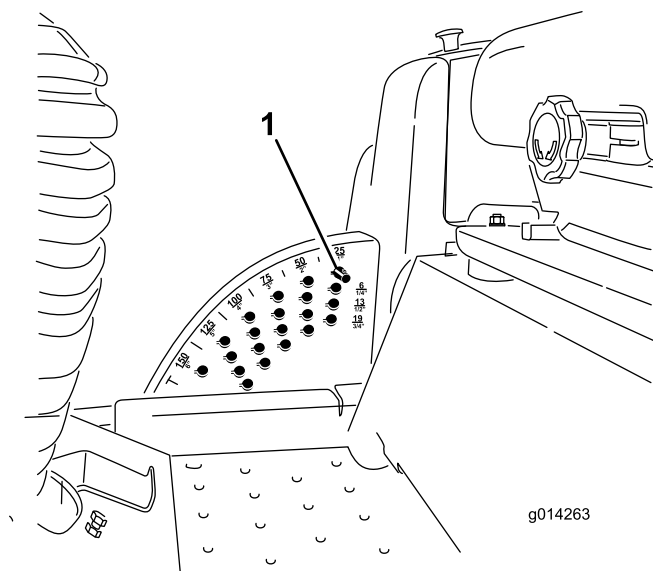

Figure 6
1. Lorsque le moteur tourne, repoussez la commande de relevage plateau de coupe en arrière jusqu'à ce que le plateau soit complètement relevé et **relâchez immédiatement la commande** (Figure 6).
2. Pour régler la hauteur de coupe, tournez la goupille de butée jusqu'à ce que la saillie s'aligne sur les fentes dans les trous du support de hauteur de coupe et déposez-la (Figure 6).
3. Placez la goupille dans le trou du support correspondant à la hauteur de coupe voulue et tournez-la pour la verrouiller en place (Figure 6).
Remarque: Il y a quatre rangées de trous (Figure 6). La première rangée donne la hauteur de coupe indiquée au-dessus de la goupille. La deuxième rangée donne la hauteur indiquée plus 6 mm. La troisième rangée donne la hauteur indiquée plus 12 mm. La dernière rangée donne la hauteur indiquée plus 18 mm. Un seul trou, situé dans la deuxième rangée, correspond à la hauteur 15,8 cm. Il n'ajoute pas 6 mm à la hauteur de 15,8 cm.